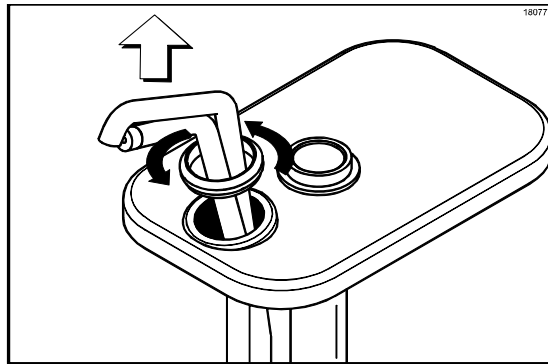

Figura 78
9. Remova a contraporca girando-a no sentido anti-horário e deslizando-a para fora do tubo de escoamento. (Veja a Figura 78.)